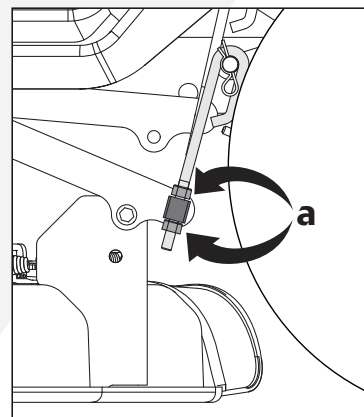

Fig. 24
3. Gire las tuercas de ajuste de arriba para elevar o de abajo para bajar el lado izquierdo de la cubierta de corte. (a, Fig. 24)